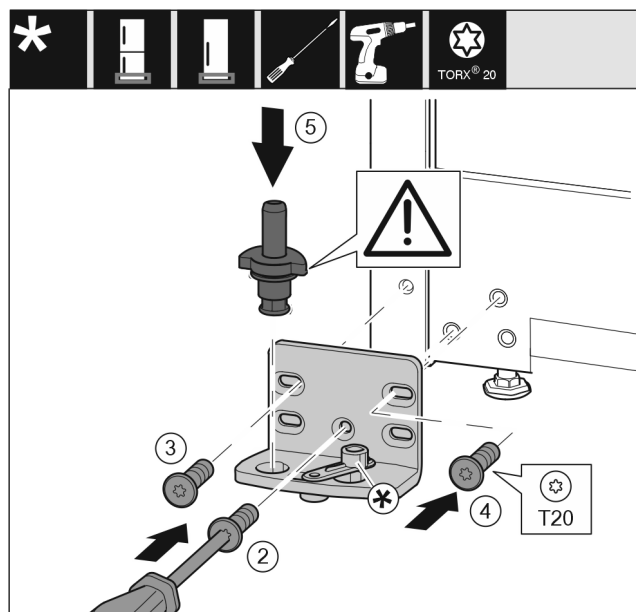

Fig. 16
- Установите опорный кронштейн с другой стороны и прикрутите с помощью отвертки. Начинайте с винта Fig. 16 (2) снизу в центре.
- Затяните винт Fig. 16 (3) и винт Fig. 16 (4).
- Снова установите опорный палец Fig. 16 (5) в сборе. При этом проследите за тем, чтобы выступ фиксатора был направлен назад.